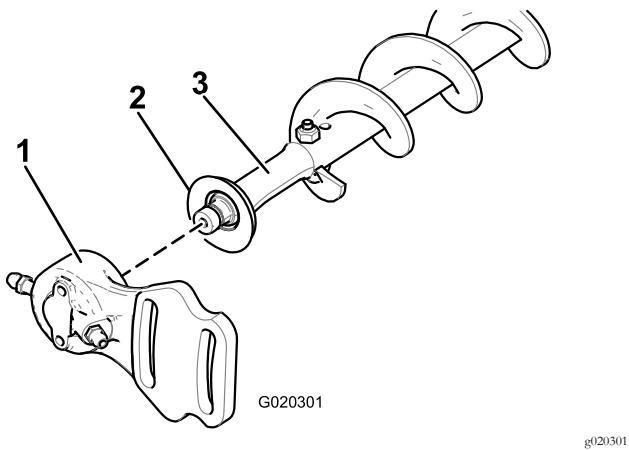

Figura 17
2. Fate scorrere l'alloggiamento del cuscinetto secondario e la guarnizione via dall'albero della spazzola (Figura 17).